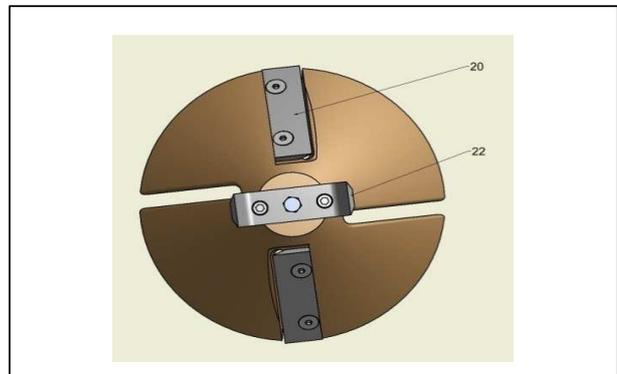

Bild 8 Vorzerkleinerer und Hauptmesser
3. Den Kegelkopf-Stopp (Bild 8, [34]) abmontieren und entnehmen.